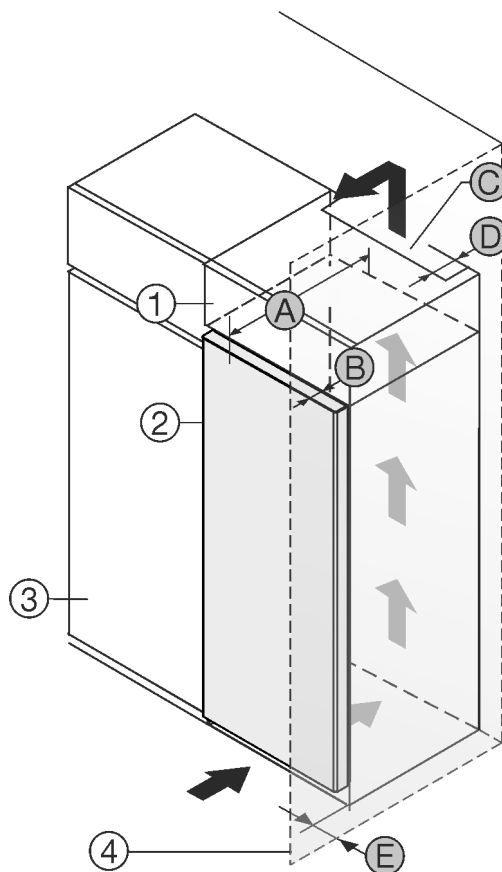

Fig. 1
Aparat lahko postavite neposredno ob kuhinjsko omaro Fig. 1 (3)*.
Na zadnji strani nadgradne omare mora biti zaradi prezračevanja in odzračevanja po vsej širini nadgradne omare prezračevalni jašek globine Fig. 1 (D)*.
Pod stropom je treba upoštevati presek prezračevanja Fig. 1 (C)*.
Če aparat postavite s tečaji ob steni Fig. 1 (4), mora razdalja med aparatom in steno znašati vsaj 13 mm.*
Če aparat postavite s tečaji ob steni Fig. 1 (4), mora razdalja med aparatom in steno znašati vsaj 20 mm.*
Da lahko vrata povsem odprete, mora aparat štrleti ven vsaj za globino vrat Fig. 1 (B) glede na sprednji del kuhinjske omarice. Odvisno od globine kuhinjskih omaric Fig. 1 (3) in uporabe stenskih distančnikov lahko aparat štrli bolj ven.*